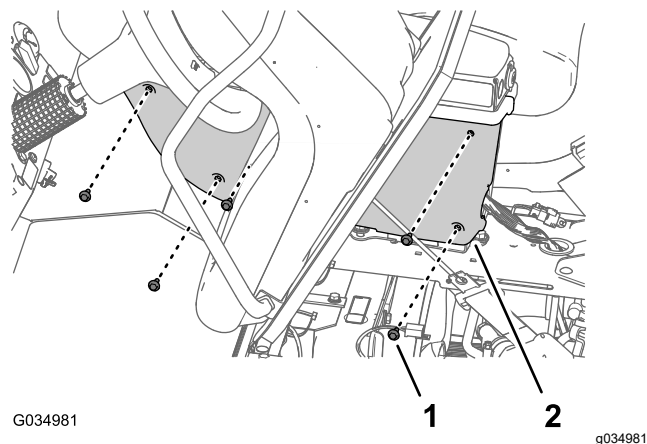

Figura 112
2. Retire los 5 pernos con arandela prensada (1/4" x 3/4") que sujetan la tapa del lado izquierdo de la consola central (Figura 112).